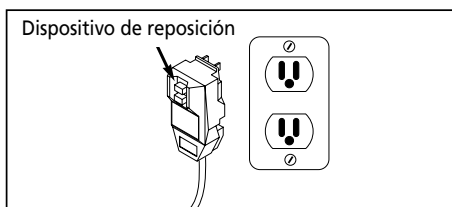

Figura 11 - Enchufe con tierra/botón de reposición
1. Enchufe el cable de corriente eléctrica a un tomacorriente con tierra de 120V y presione el botón de reposición como se muestra en la Figura 11.